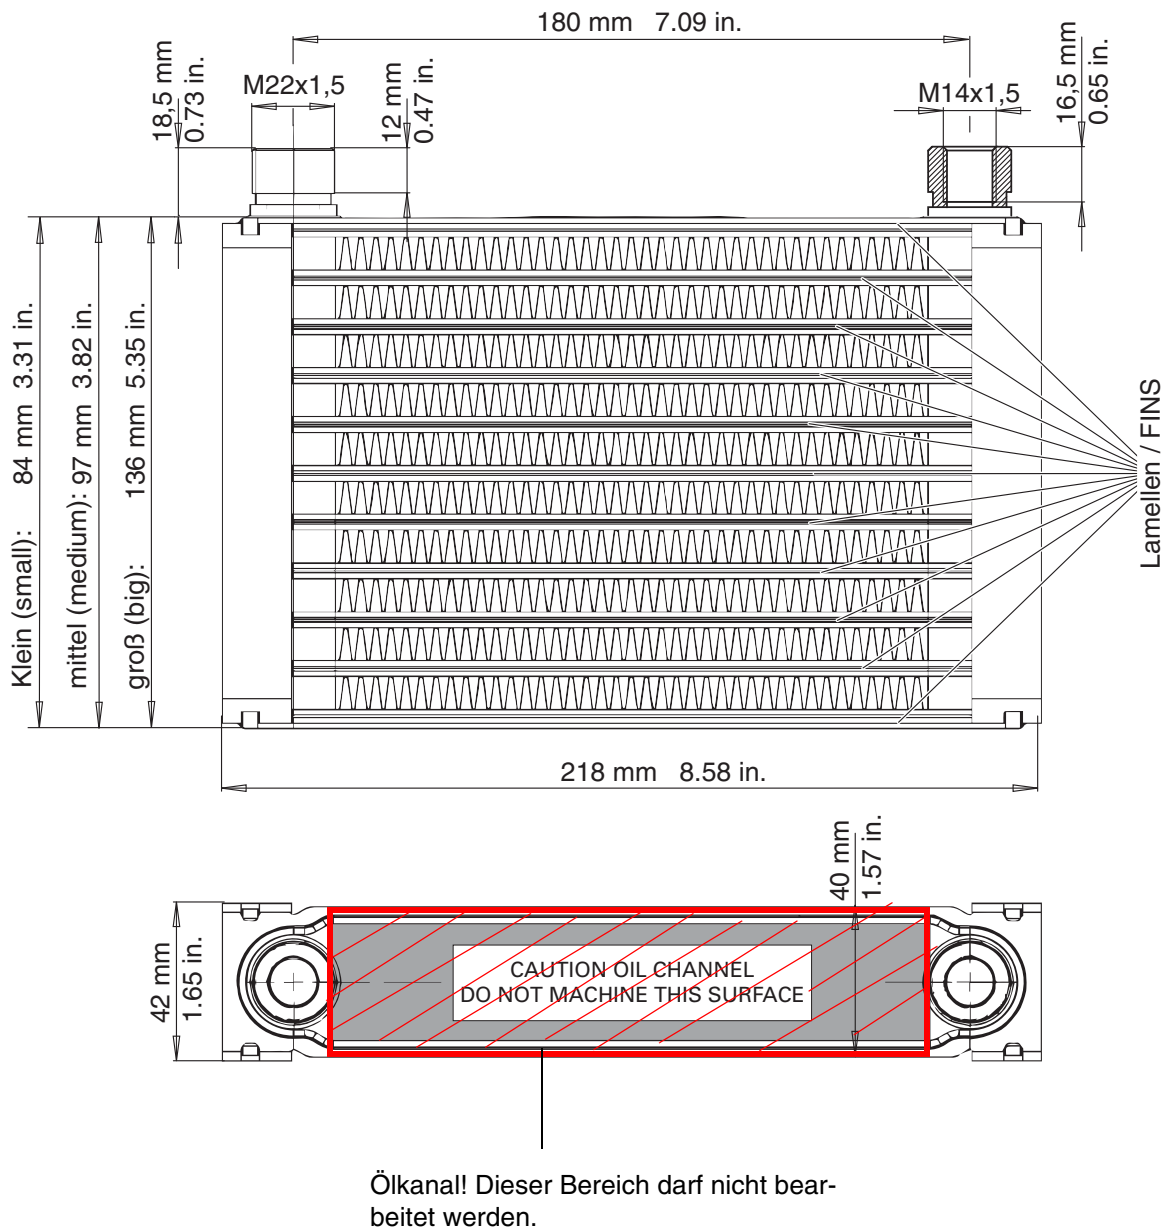

Bild 2
- siehe geänderte Außenabmessungen gemäß Bild 2.
Siehe dazu Bild 2.